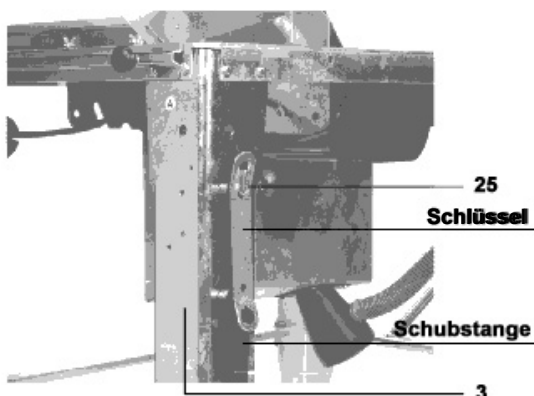

Fig. 20
- Assemblez le tuyau (21) avec le capot de protection (20) et l'entonnoir (14). Fixez ensuite le tuyau (21) à l'aide d'une attache dans le support (7) (voir fig. 20)